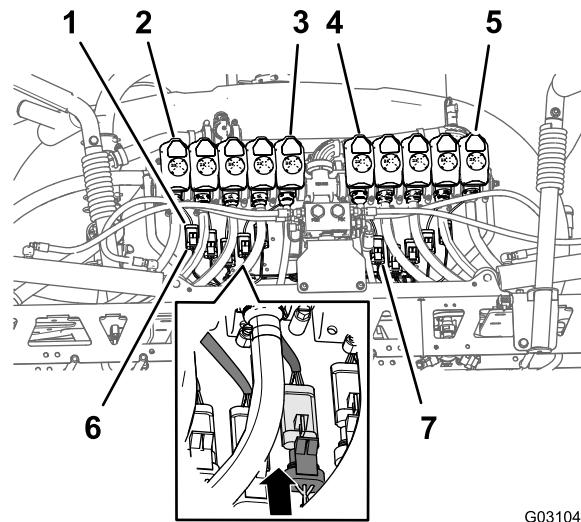

Figura 106
1. Disponete i connettori a 3 prese della diramazione del cablaggio preassemblato da 203 cm indicati da **Valvola dell'ugello 1** a **Valvola dell'ugello 5** dietro al supporto a 10 valvole e sotto alle valvole degli ugelli da 1 a 5 (Figura 106).
2. Disponete i connettori a 3 prese della diramazione del cablaggio preassemblato da 203 cm indicati da **Valvola dell'ugello 6** a **Valvola dell'ugello 10** dietro al supporto a 10 valvole e sotto alle valvole degli ugelli da 6 a 10 (Figura 106).
- Collegate il connettore della presa a 3 pin del cablaggio preassemblato posteriore indicato come **Ugello 1** al connettore a 3 pin del cablaggio della valvola dell'ugello 1 (Figura 106).
- Ripetete il passaggio 3 nelle posizioni delle valvole degli ugelli da 2 a 10 (Figura 106).